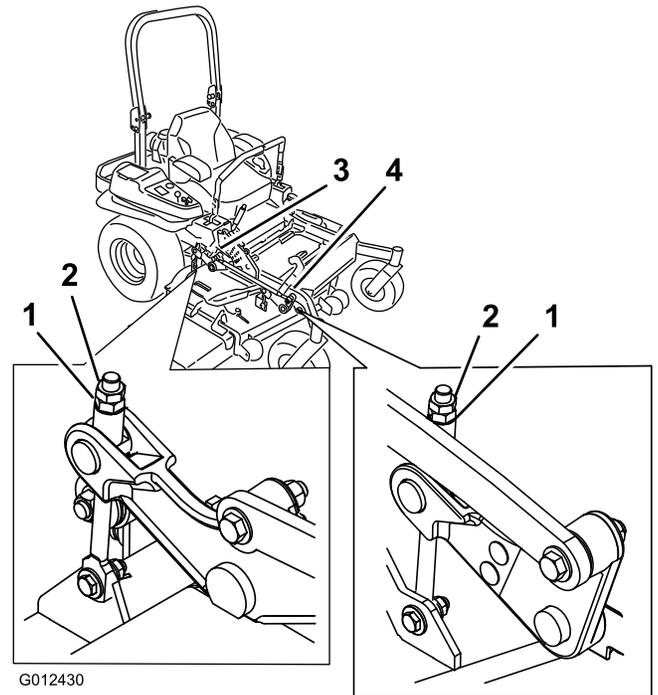

**Figura 88**
**Nota:** A medida obtida deve ser 7,6 mm; consulte Figura 88.
15. Em ambos os lados da plataforma, meça do nível da superfície até à ponta traseira da lâmina (posição B). A medida obtida deve ser 8,3 cm; consulte Figura 88.